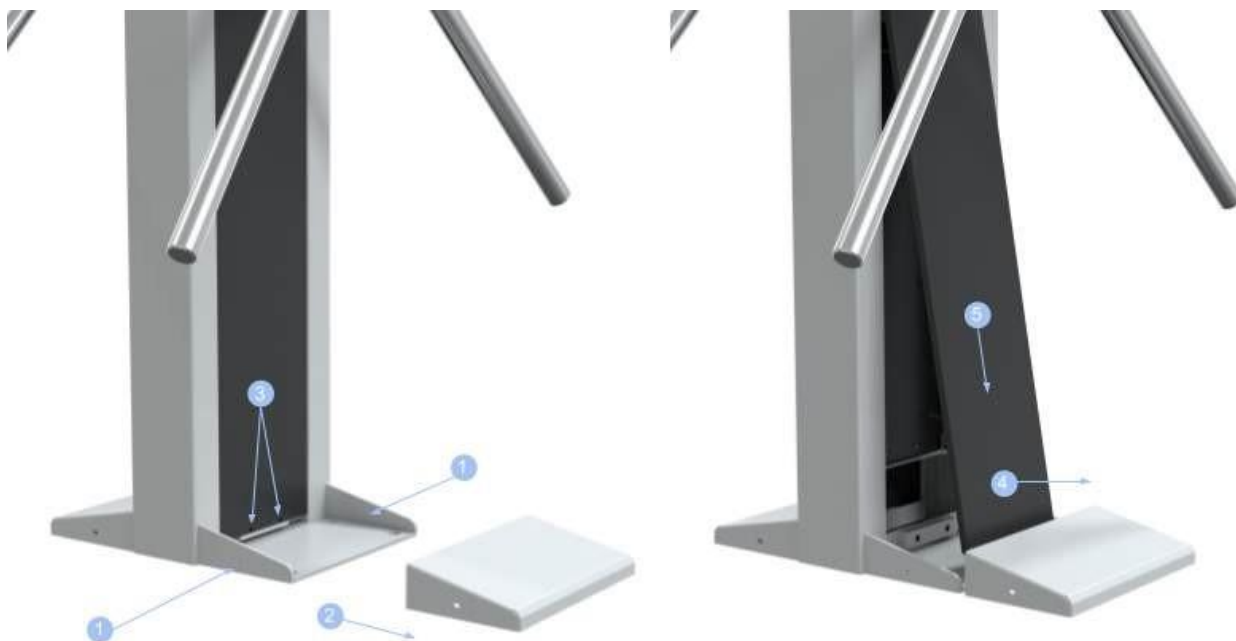

Рисунок 7.4.2 - Разборка кожухов турникета «ТDХ-01»
1. Получить доступ к монтажному основанию и контроллеру управления турникетом, для этого необходимо выполнить следующие действия (см. рисунок 7.4.2):